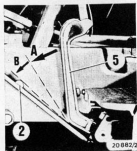

Bild 4
Das Einschalten der Zapfwelle darf nur bei ausgerückter Zapfwellenkupplung erfolgen. Zum Auskuppeln wird der Fußhebel ⑤ bis zum Anschlag ② durchgedrückt -B- (Bild 4) und dann nach einer kleinen Pause der Schalthebel der Zapfwelle betätigt.